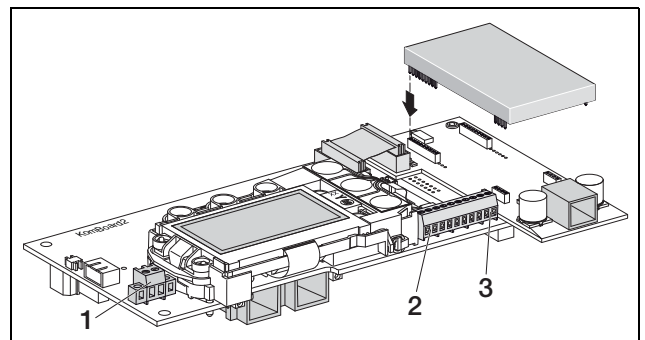

Abbildung 44: Anschlüsse
- Schließen Sie die Leitungen an der entsprechenden Klemme (Abbildung 44, Position 1) an.